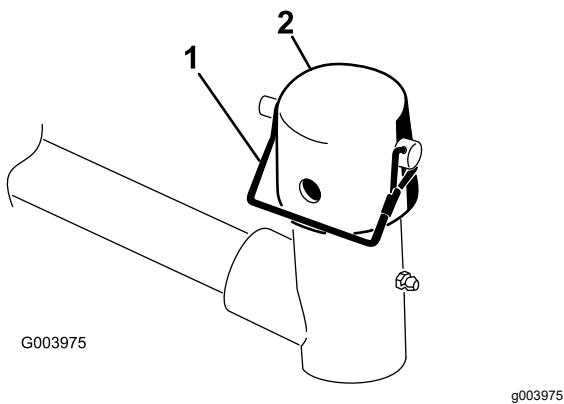

Figura 6
8. Retire el pasador de seguridad y el tapón de la horquilla de pivote del brazo de elevación (Figura 6).